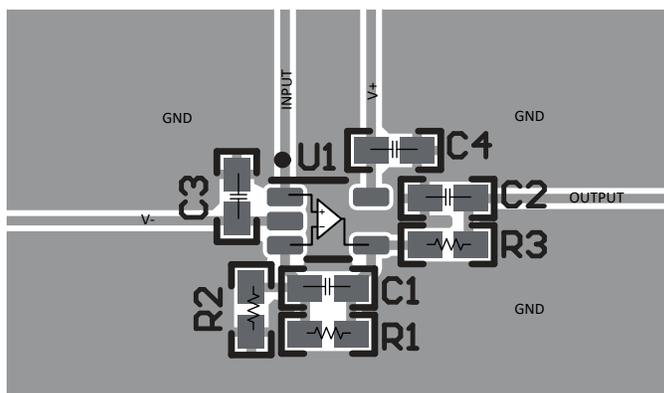

图 7-5. 同相配置的运算放大器电路板布局布线 - SC70 (DCK) 封装
- 外部元件应尽量靠近器件放置。如图 7-5 所示, 使 RF 和 RG 靠近反相输入可最大限度减小寄生电容。